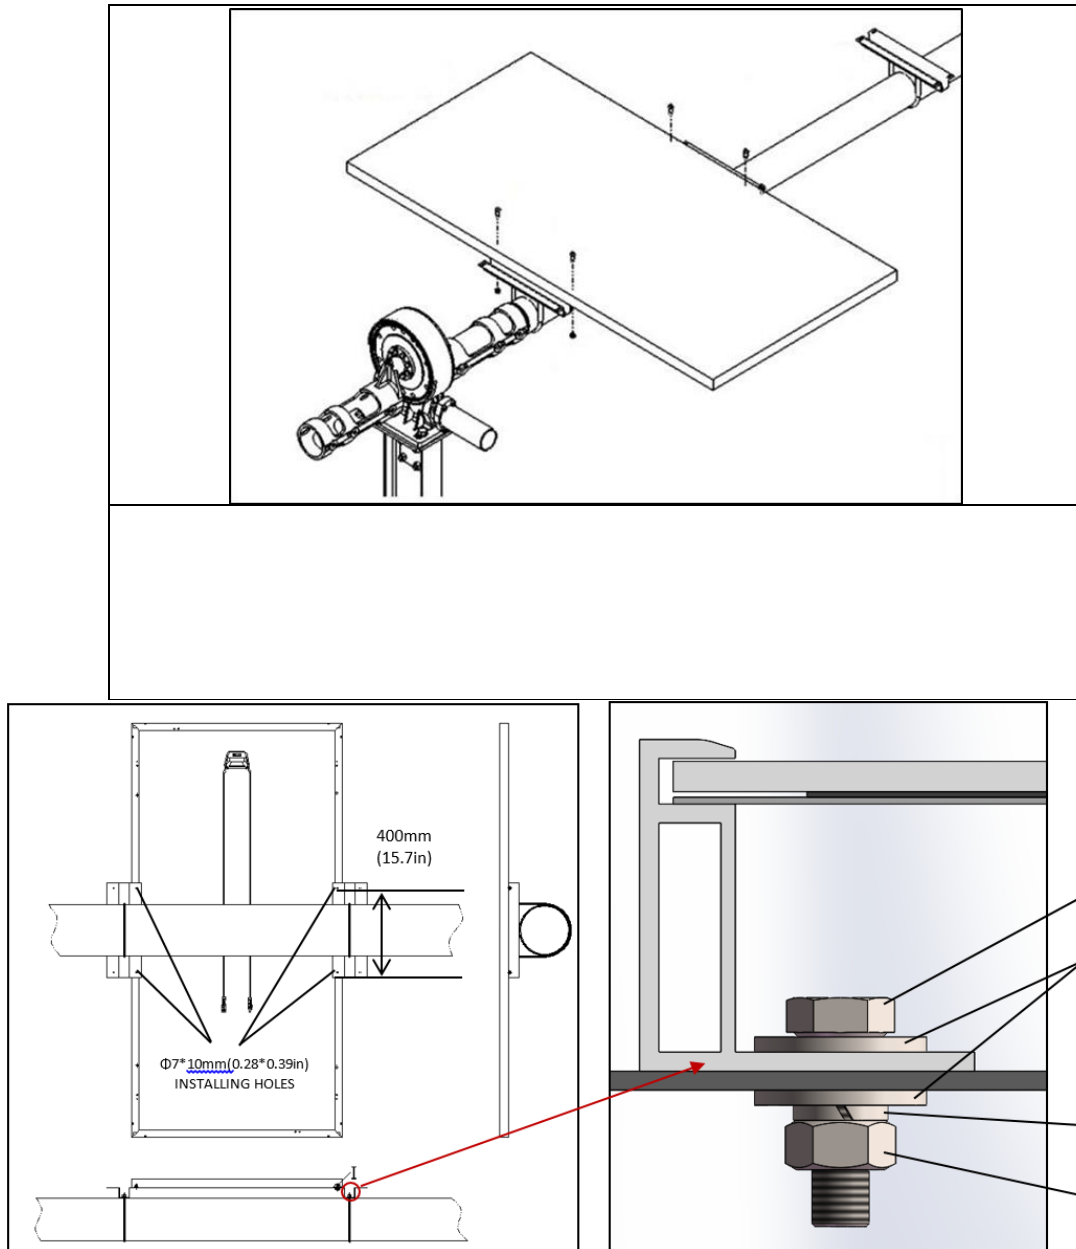

Abbildung 3. PV-Modul, montiert mit einachsigen Nachführsystem
- Der Rahmen jedes Moduls verfügt über 4 Montagebohrungen mit $\varnothing 7 \times 10$ mm an den in Abb. 3 dargestellten spezifischen Stellen.
- Befestigen Sie das Modul wie in Abbildung 3 gezeigt an allen Montagepunkten mit einer M6-Schraube, zwei Unterlegscheiben, einem Federring und einer Mutter.